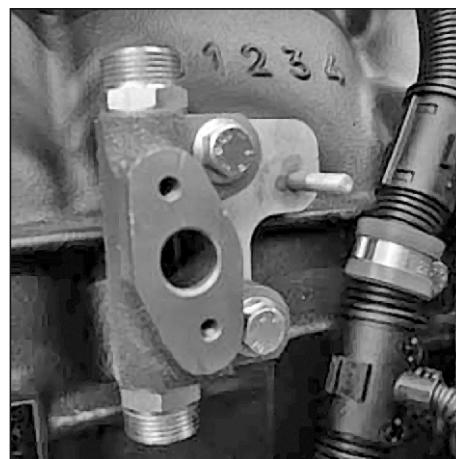

Рис. 126. Установка корпуса датчика давления и температуры топлива.
4. Установить корпус датчика давления и температуры топлива вместе с кронштейном крепления топливных трубок (см. Рис. 126).